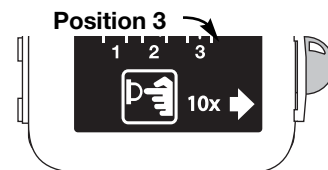

Fig. 10
10. Mettez le levier d'étrangleur en **Position 3** (Fig. 10). La machine est prête à être utilisée.